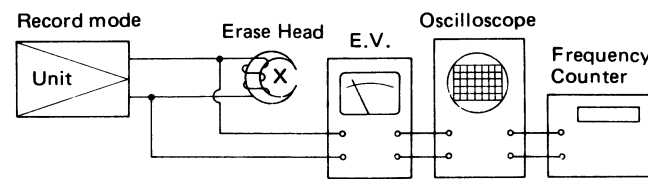

Figure 11-1
1. Connect instruments as shown in Fig. 11-1.
1. Die Instrumente gemäß Abb. 11-1 anschließen.
1. Raccorder les instruments comme le montre la Fig. 11-1.